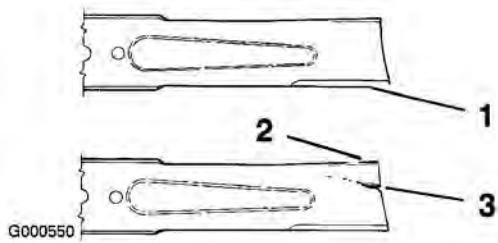

Bild 39
1. Untersuchen Sie die Schnittkanten (Bild 39). Bauen Sie, wenn die Kanten nicht scharf sind oder Kerben aufweisen, die Schnittmesser aus und schärfen Sie sie; siehe Schärfen der Messer.
2. Prüfen Sie die Schnittmesser, insbesondere den gebogenen Bereich (Bild 39). Montieren Sie, wenn Sie Schäden, Verschleiß oder
Rillenbildung in diesem Bereich feststellen (Bild 39), sofort ein neues Schnittmesser.